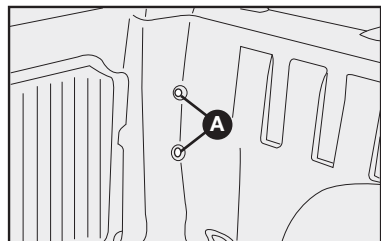

fig. 56
2) utilizando a chave específica, soltar os parafusos de fixação da lanterna **A-fig. 56**, aos quais se têm acesso pelo compartimento de carga;
4) Retirar os parafusos **A-fig. 56** de bloqueio do soquete retirá-lo da lente da lanterna;